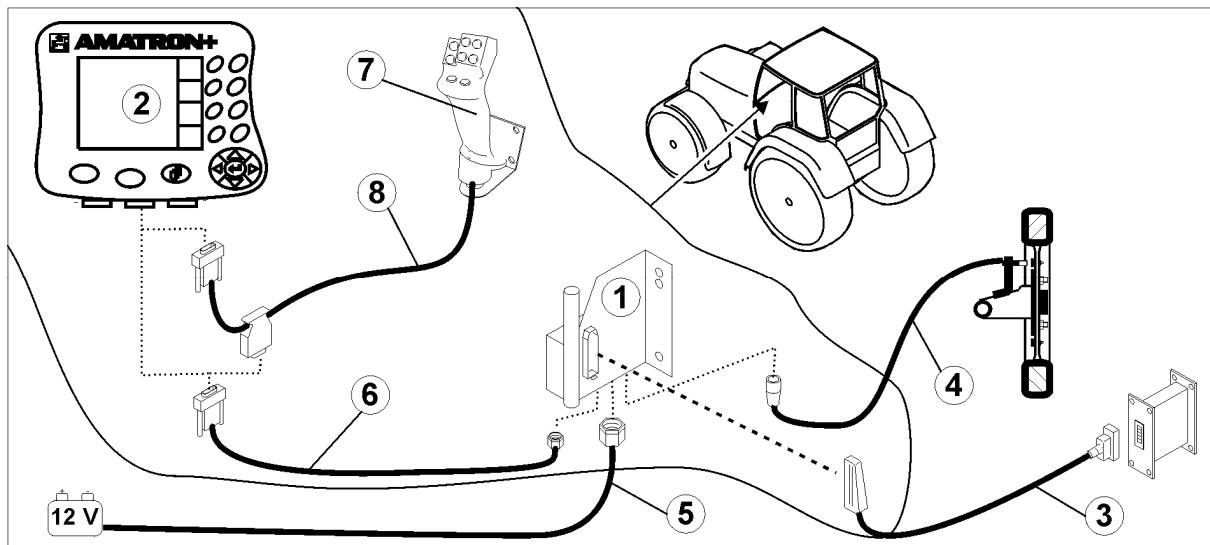
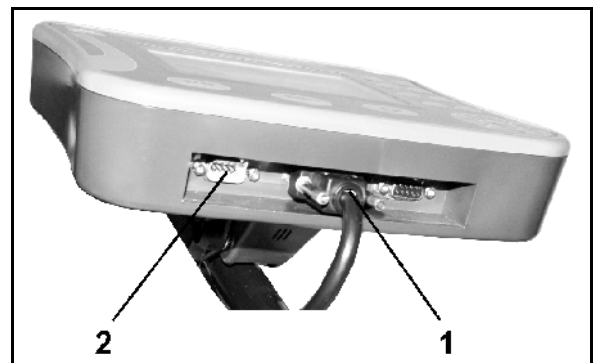

Fig. 1
Fig. 2
- Die Traktorgrundausrüstung (Fig. 1/1, Konsole mit Verteiler) muss im Sicht- und Griffbereich rechts vom Fahrer schwingungsfrei und elektrisch leitend an der Kabine montiert werden.
- Das Batterieanschlusskabel (Fig. 1/5).
- Signalkabel der Traktorsignal-Steckdose oder Wegstreckensensor (Fig. 1/4).
- Verbindungskabel zum **AMATRON+** (Fig. 1/6).
- Den **AMATRON+** (Fig. 1/2) auf die Traktorgrundausrüstung stecken.
- Den Stecker vom Verbindungskabel (Fig. 1/6) in die mittlere 9-polige Sub-D-Buchse (Fig. 2/1) einstecken.
- Die Maschine über den Maschinenstecker (Fig. 1/3) mit dem **AMATRON+** verbinden.
Der Multifunktionsgriff (Fig. 1/7) wird über ein Y-Kabel (Fig. 1/8) angeschlossen.
- Die serielle Schnittstelle (Fig. 2/2) ermöglicht den Anschluss eines PDA.